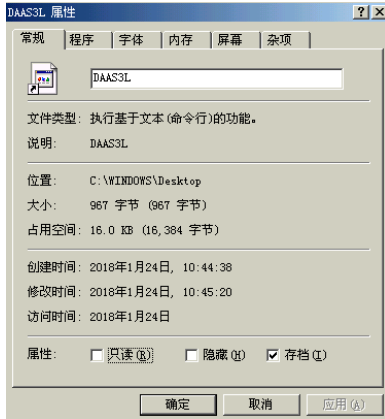

图 3-5
- 6) DAAS3L 图标-右键-属性-常规-出现如图 3-5, 按照图示勾选-存档-点击-应用;